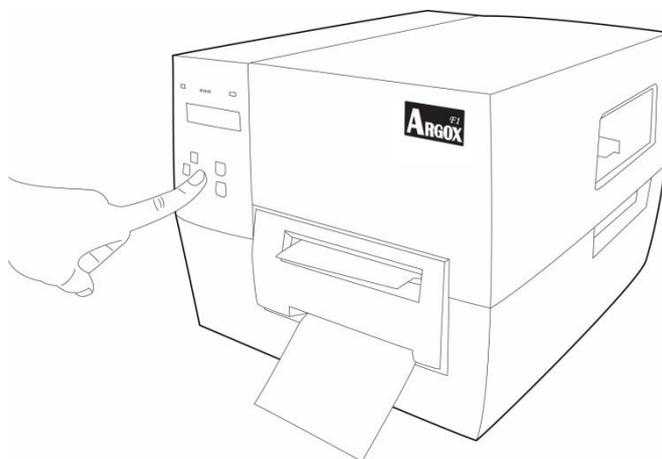

Figura 21
86. Cierre la cubierta superior y encienda la impresora o presione el botón de "ALIMENTACIÓN" si la impresora ya está encendida. (Figura 21)